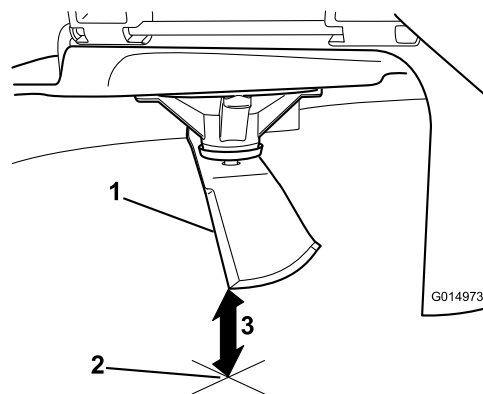

Figura 56
3. Meça da ponta da lâmina até à superfície plana (Figura 56).